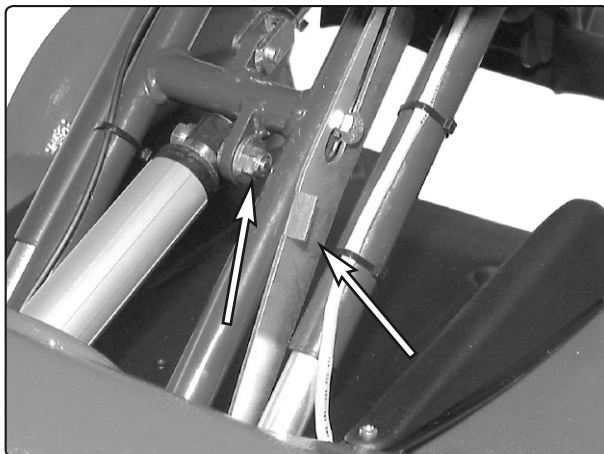

Bild 40. Cyllinderstångens fästskruv och spärr
2. Ta bort skruven som håller ställmotorns cylinderstång i sitslyften, se bild 40.
3. Höj/sänk sitslyften, vid höjning kan sitsen hakas upp med spärren, se bild 40.